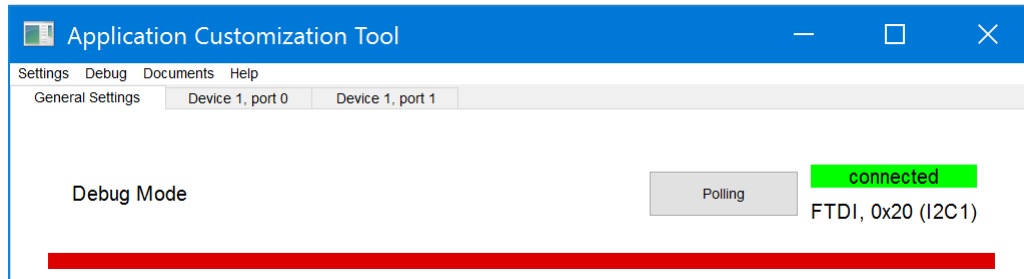

图 2-18. 调试模式下的连接状态和连接方式示例
4. 验证器件和工具是否连接成功。当右上角的连接状态显示为“Connected”，并如图 2-18 所示以绿色突出显示时，则连接成功。